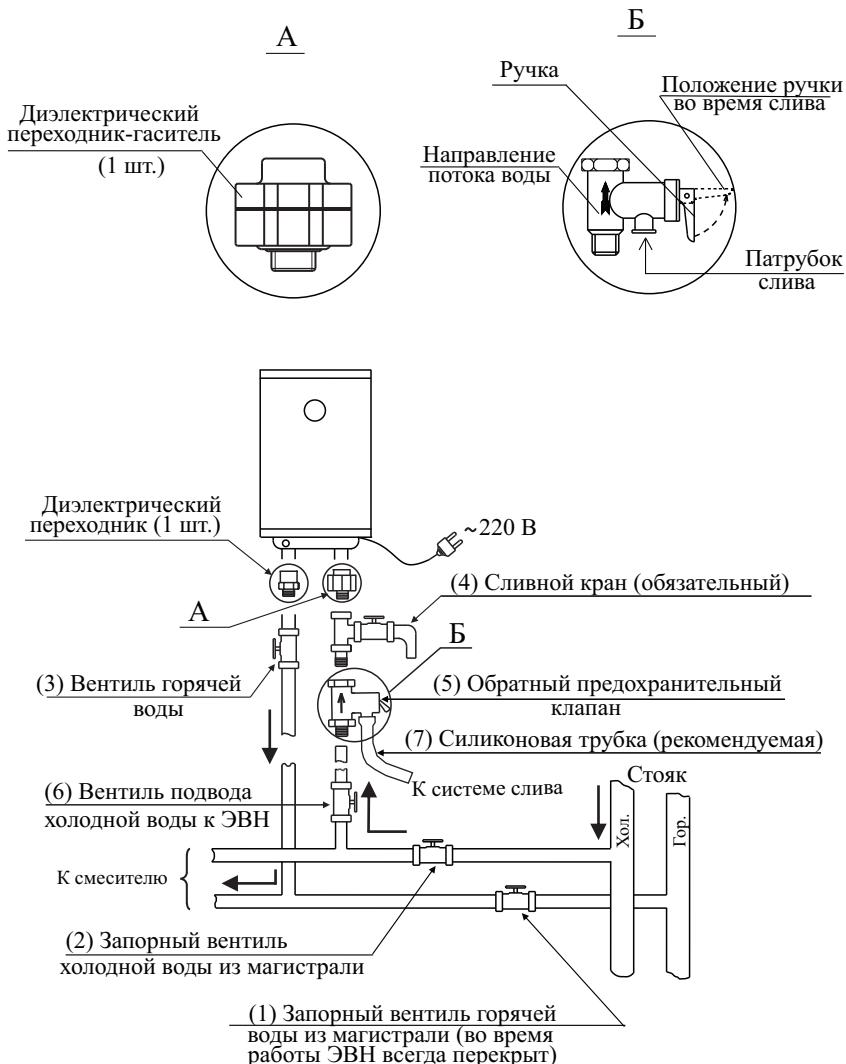

Рисунок 5 - Схема подключения к водопроводной сети
Подключение входа и выхода ЭВН к магистральным трубам холодной и горячей воды (см. рис. 5) обязательно должно осуществляться:
- Заполните ЭВН водой. Для этого перекройте запорный вентиль горячей воды из магистрали (1), закройте сливной кран (4), откройте запорный вентиль холодной воды из магистрали (2), вентиль подвода холодной воды к ЭВН (6), вентиль горячей воды (3) и кран горячей воды на смесителе. ЭВН заполнен, когда из крана горячей воды на смесителе начнет вытекать, с полным напором, вода. Закрыть кран горячей воды на смесителе (см. рисунок 5).
- При необходимости полного слива воды из ЭВН (например, при профилактике) надо отключить ЭВН от электрической сети, перекрыть вентиль подвода холодной воды к ЭВН (6), вентиль горячей воды (3) должен быть открыт, открыть кран горячей воды на смесителе и сливной кран (4), через который и слить воду (см. рисунок 5).